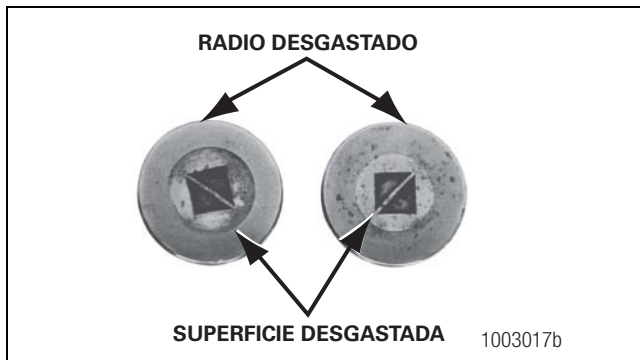

Figura 4.2
- El centro del extremo de mayor diámetro de los rodillos está desgastado, a nivel o por debajo de la superficie exterior. Figura 4.2.
- El radio al extremo de mayor diámetro de los rodillos está desgastado con un borde cortante. Figura 4.2.